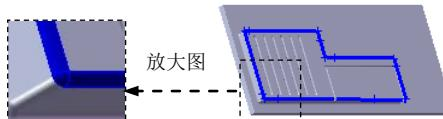

图 17.7.34 创建圆角 4
Step18. 创建图 17.7.34 所示的圆角 4。选择下拉菜单 **插入(I) → 特征(E) → 圆角(U)...**